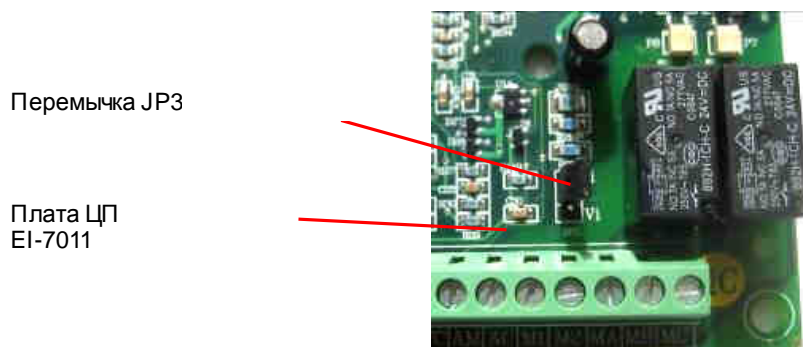

Рис. 4.29. Перемычка JP3 на плате ЦП EI-7011.
CD-043 = 0 Клемма **FI** – в потенциальном режиме 0...10 В установить перемычку **JP3** на плате ЦП в нижнее положение (рис. 4.29).
4.18.14. Восстановить пользовательские значения констант (п. 4.18.1). Установить перемычку **JP3** на плате ЦП в верхнее положение (рис. 4.29).